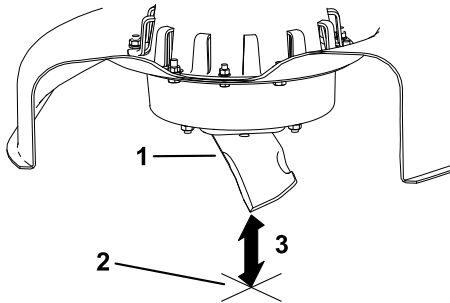

Figura 32
5. Misurate dalla punta della lama alla superficie piana (Figura 32).